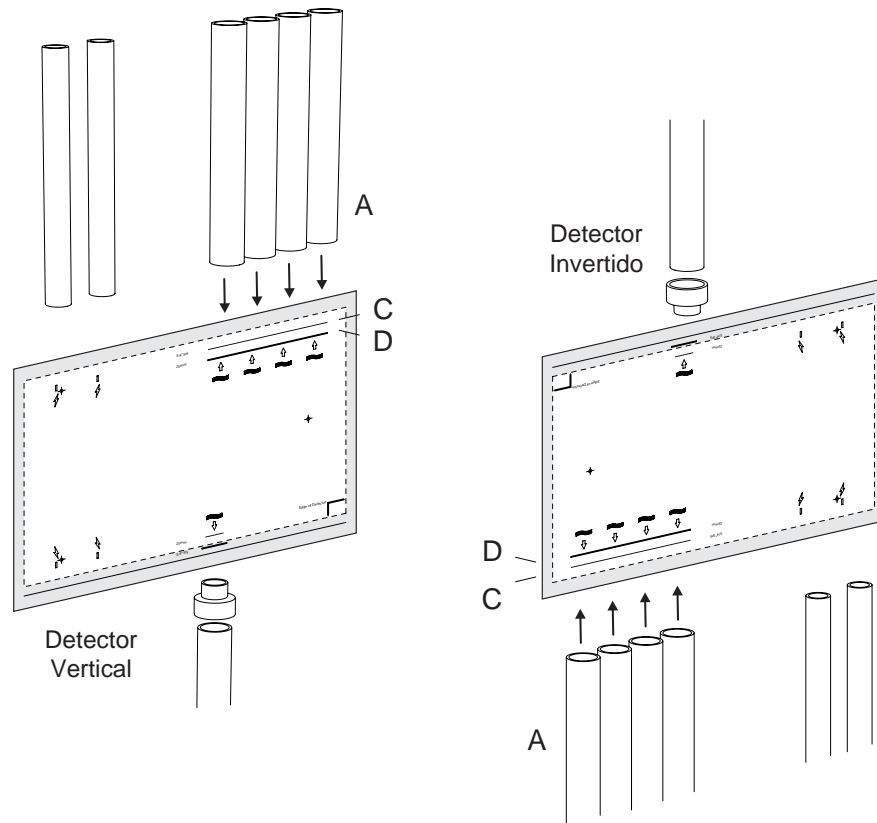

Figura 4-23: Colocación de la plantilla de montaje
- Coloque la plantilla de montaje para permitir que las tuberías de muestreo (A) queden alineadas horizontalmente con las marcas de alineación (B) y verticalmente con la línea de profundidad de tubería correcta (Figura 4-23):
- La tubería IPS de 3/4 de pulgada (diámetro exterior de 2,6 cm) debe quedar alineada verticalmente con la línea de profundidad superior (C).
- La tubería de 25 mm debe quedar alineada verticalmente con la línea de profundidad inferior (D).